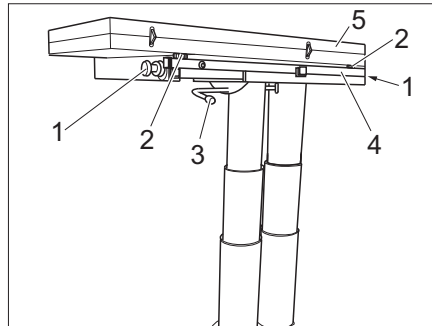

Fig. 117 Agrandir la table
- Desserrer les vis moletées (Fig. 117,1) des deux côtés.
- Basculer le levier de verrouillage (Fig. 117,3) vers la gauche. La table à hauteur réglable est déverrouillée.
- Sortir l'infrastructure de la table (Fig. 117,4).
- Déplier la moitié de table (Fig. 117,5).
- Régler la hauteur souhaitée du plateau de la table à l'aide des deux vis de réglage (Fig. 117,2).
- Basculer le levier de verrouillage (Fig. 117,3) vers la droite. La table à hauteur réglable est verrouillée.
- Desserrer le levier de verrouillage (Fig. 117,3).
- Replier la moitié de table (Fig. 117,5).
- Visser les deux vis de réglage (Fig. 117,2).
- Insérer l'infrastructure de la table (Fig. 117,4).
- Resserer à fond les vis moletées (Fig. 117,1) des deux côtés.
- Basculer le levier de verrouillage (Fig. 117,3) vers la gauche. Le verrouillage est ouvert.
- Le cas échéant, visser les vis de réglage (Fig. 117,2).